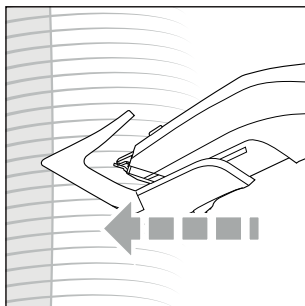

Fig. 7
- 2) Sostenere l'apparecchio in modo tale che l'inserto pettine 10/11 o la testina di taglio 1 poggino il più possibile dritti sulla testa e che la lama sia rivolta verso il cuoio capelluto (vedere fig. 7). Passare l'apparecchio sui capelli uniformemente e solo in una direzione per evitare che i capelli si impiglino nella testina di taglio 1.